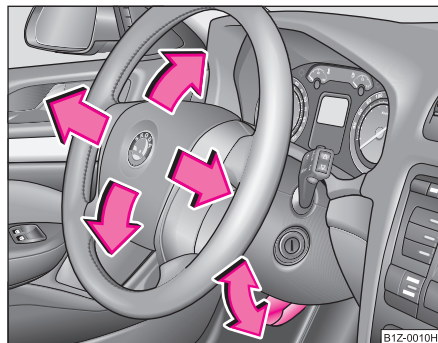

Fig. 126 Volante regulable: Palanca bajo la columna de dirección
- Gire la palanca situada bajo la columna de dirección ⇒ fig. 126 hacia abajo ⇒ ⚠.